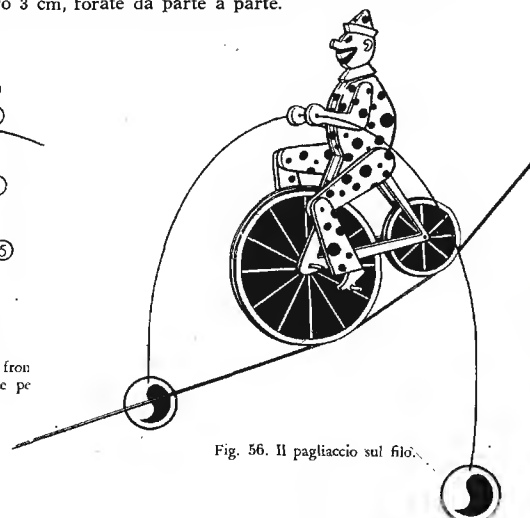
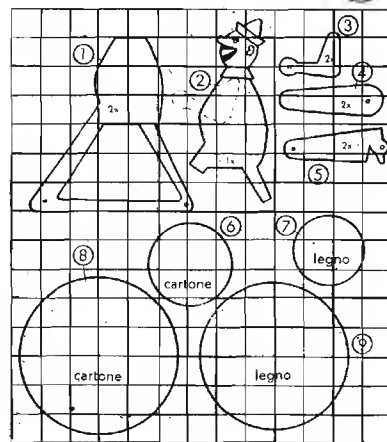

Fig. 56. Il pagliaccio sul filo.
Fig. 57. I 15 pezzi necessari per la costruzione.
Nelle figure 57 e 58 sono illustrati i singoli pezzi. I pezzi (1), (3), (4), (5), (7) e (9) sono di legno compensato da 3 mm, il pezzo (2) di legno compensato da 8 mm (o di due strati da 4 mm). Le parti (6) e (8), in cartoncino bianco da 1 mm, vengono incollate sulle due facciate dei pezzi (7) e (9), formando così le ruote, che ricevono un foro centrale del diametro di 1 mm. I raggi sono disegnati con inchiostro di china, nero su bianco, oppure (come in fig. 56) si tingono le ruote e si lasciano in bianco i raggi.